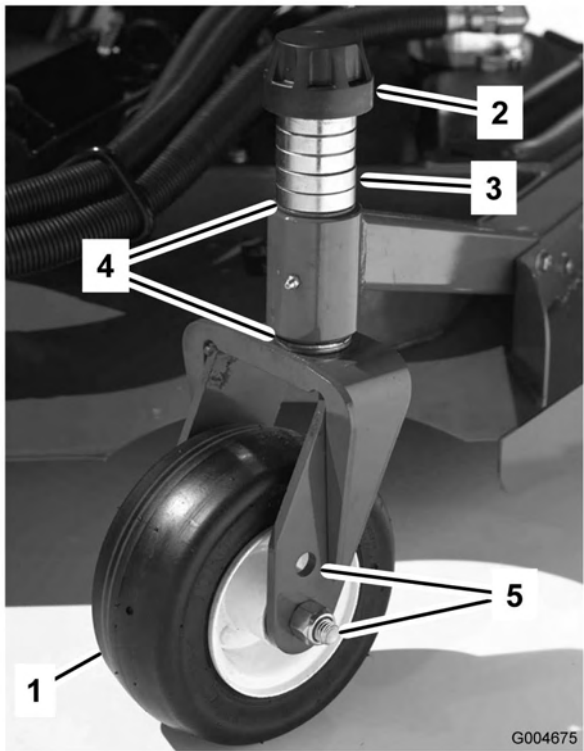
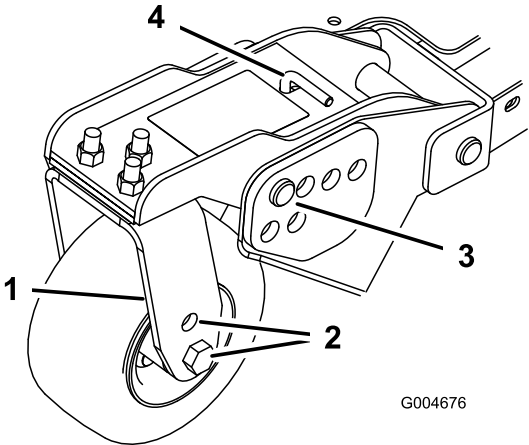
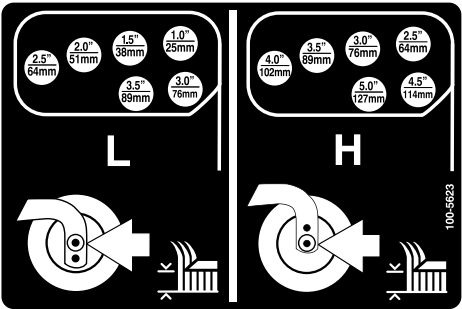

Figura 18
Figura 20
Figura 21
1. Coloque los ejes de las ruedas giratorias en el mismo taladro en todas las horquillas (Figura 18 y Figura 20). Consulte en la tabla siguiente el taladro correcto para cada altura.
2. Retire el casquillo tensor del eje (Figura 18) y deslice el eje fuera del brazo de la rueda giratoria. Coloque los dos suplementos (3 mm) en el eje de la misma forma que en la instalación original. Estos suplementos son necesarios para obtener el mismo nivel en toda la anchura de las unidades de corte. Coloque el número adecuado de espaciadores de
4. Retire el pasador de horquilla y las chavetas de los brazos de pivote de las ruedas giratorias (Figura 20).
5. Gire la varilla tensora para elevar o bajar el brazo de pivote hasta que los taladros estén alineados con los taladros seleccionados del soporte de ajuste de la altura de corte en el bastidor de la unidad de corte (Figura 20 y Figura 21).